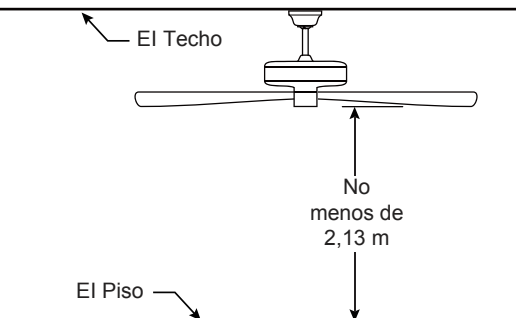

Figura 2
Uso de perfil profundo (Figura 2)
- ☐ 2. Instale y fije con firmeza todos los tornillos con arandelas planas inoxidable en la parte inferior de la palas, y luego fije los tornillos instalados anteriormente en la parte superior del motor. (Figura 2)
2. Retire el clip de horquilla y pasador de horquilla de la parte inferior de la bola para colgar. Retener el pasador y clip para la reinstalación en el paso 4. (Figura 2)
Debe colgar el ventilador a una distancia mínima de 2,13 m desde las aspas hasta el piso. (Figura 2)
Para evitar una posible descarga eléctrica, asegúrese de cortar la alimentación eléctrica de la caja de fusibles principal antes de alambrado el ventilador. (Figura 2)